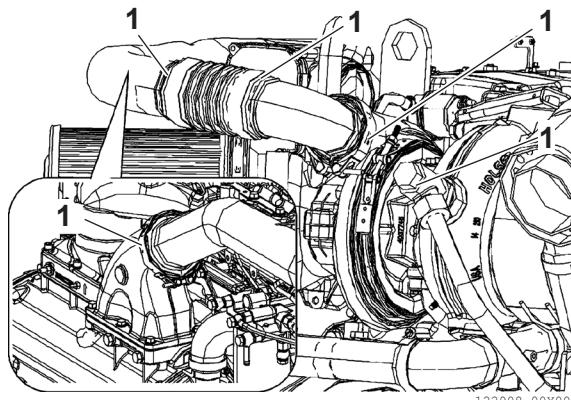

Figure 2
Vérifiez que les colliers de serrage (Figure 2, (1)) sont bien serrés. Vérifiez visuellement que le circuit d'air de suralimentation n'est pas obstrué ou endommagé.